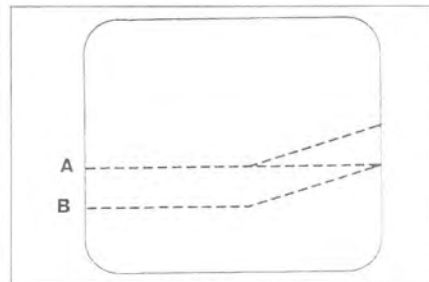

Рис. 9.41. Вращайте регулировочное колесо регулятора из положения 0 в положение 3. Темная зона света фар должна переместиться на мониторе из зоны А в зону В.
2. Вращайте регулировочное колесо регулятора из положения 0 в положение 3. Темная зона света фар должна переместиться на мониторе из зоны А в зону В (рис. 9.41).